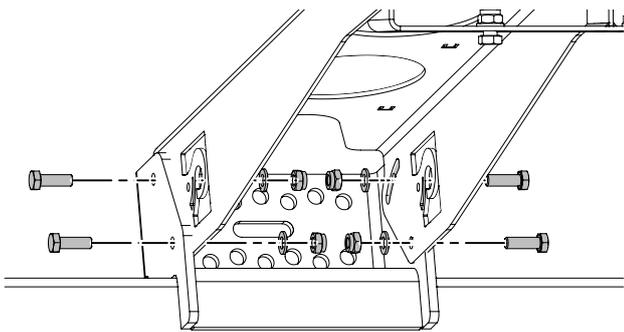

Figure 45. Montage avec support sur hayon élévateur
1. Ajustez le bras du support à la fixation du châssis de l'hayon élévateur, voir Figure 45.